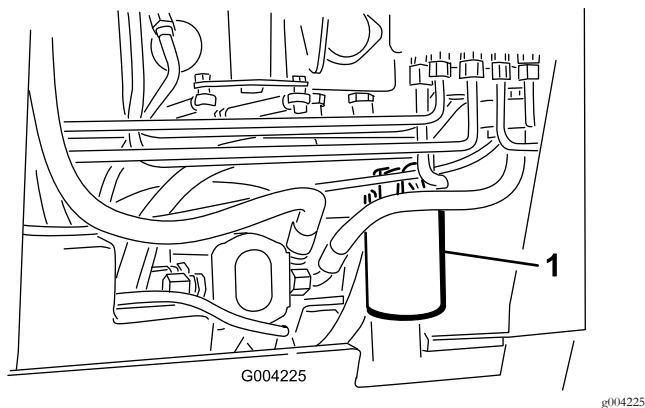

Рисунок 59
4. Поместите под крышку сливной поддон (Рисунок 59).
5. Снимите старый фильтр (Рисунок 59) и начисто протрите поверхность прокладки переходника фильтра.
7. Установите новый гидравлический фильтр в переходник фильтра (Рисунок 59). Поверните гидравлический фильтр по часовой стрелке так, чтобы резиновая прокладка соприкоснулась с переходником фильтра, после этого затяните фильтр, повернув его еще на 3/4 оборота.